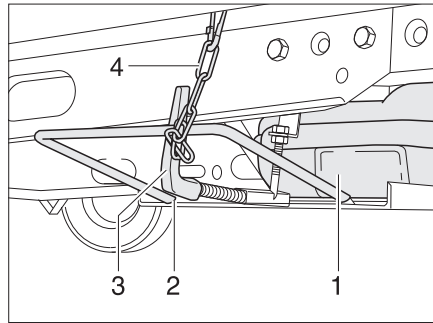

Fig. 148 Réservoir d'eaux usées dans le support sous le véhicule
- Desserrer la chaîne de sécurité (Fig. 148,4).
- Appuyer sur la poignée tournante (Fig. 148,3) vers l'intérieur et la faire pivoter d'un quart de tour dans le sens des aiguilles d'une montre.
- Faire basculer le réservoir d'eaux usées avec le support (Fig. 148,2) vers l'avant et le bas.
- Retirer le réservoir d'eaux usées (Fig. 148,1).